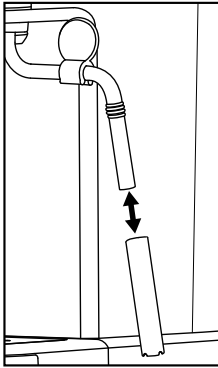

Figure 1
- 5) Retirez la gaine du mousser à lait 10 (figure 1) et la nettoyez soigneusement à l'eau chaude.
- 7) Glissez à nouveau la gaine sur la buse (figure 1).